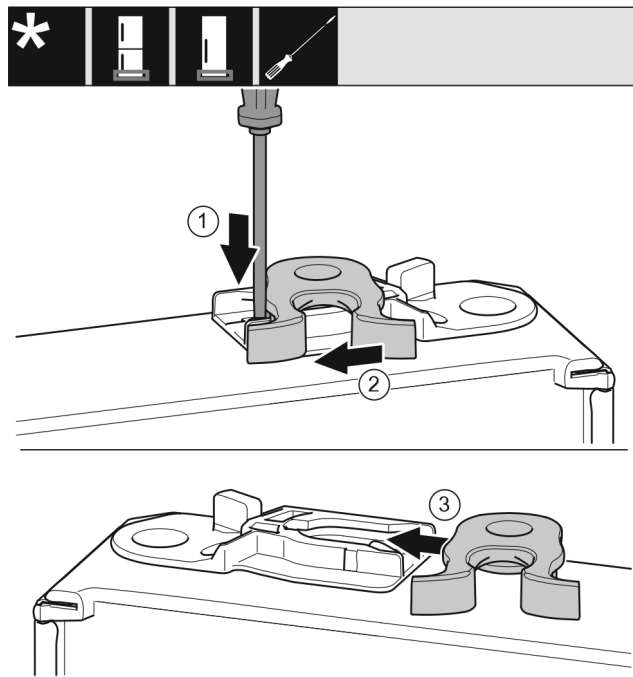

Fig. 24 *
- Plochým šroubovákem přitlačte lamelu Fig. 24 (1) dolů.*
- Vytáhněte petlici Fig. 24 (2) z vedení.*
- Petlici Fig. 24 (3) zasuňte do vedení na druhé straně.*